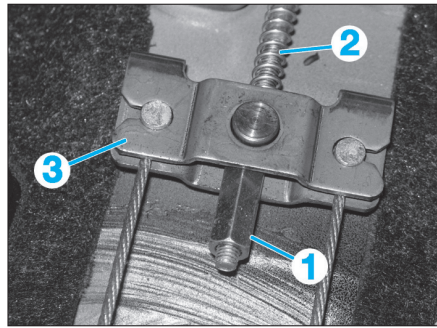

Fig. 33
- Desserrer l'écrou de réglage (1) et libérer les tringles du câble de commande du frein de stationnement (2) de l'étrier (3) (Fig.33).